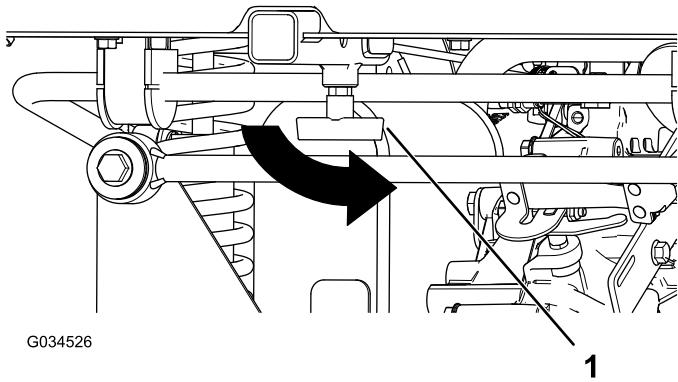

Bild 8
- Ziehen Sie den T-Griff am Aufnahmehohr fest (Bild 8).